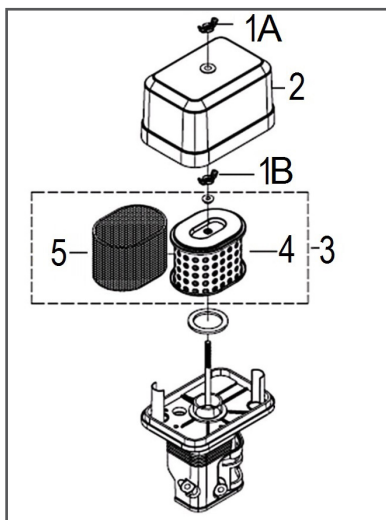

Рис. 35. Обслуживание воздушного фильтра
1. Открутите барашковую гайку 1А и снимите крышку 2 воздушного фильтра (Рис. 35).
2. Открутите барашковую гайку 1В и извлеките из корпуса воздушный фильтр 3 в сборе (Рис. 35).
3. Проверьте целостность и чистоту фильтрующих элементов. Поролоновый (предварительный) фильтрующий элемент 5 установлен на корпусе бумажного фильтрующего элемента 4 (Рис. 35).
4. При незначительном загрязнении промойте поролоновый фильтрующий элемент 5 (Рис. 35) теплым мыльным раствором и просушите. Поврежденный или сильно загрязненный поролоновый фильтрующий элемент замените.
5. Произведите очистку корпуса 7 и крышки 2 воздушного фильтра не допуская попадания пыли и грязи в воздухопровод, ведущий к карбюратору (Рис. 35).
7. Перед установкой воздушного фильтра убедитесь, что уплотнительное кольцо 6 воздушного фильтра находится на месте и не имеет повреждений (Рис. 35).